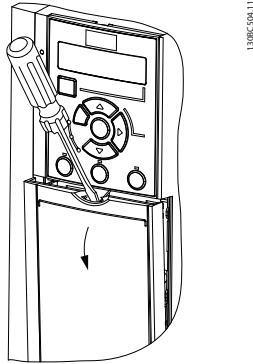

Abbildung 4.4 Steuerkabeldurchführung
- Entfernen Sie die Abdeckplatte mit Hilfe eines Schraubendrehers. Siehe *Abbildung 4.4*.